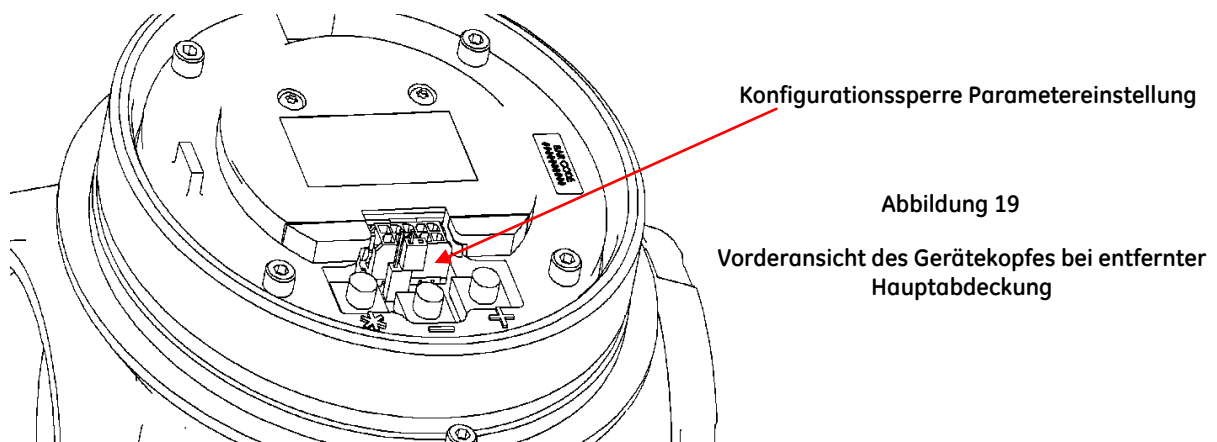

Abbildung 19
- a. Das Drehrohr (137) auf einen Träger montieren. Der Zapfen auf der Rückseite des Rohrs muss nach oben zeigen.
- b. Auf dem Übertragungsstab (138) wird die Federbaugruppe (241) montiert.
- c. Auf dem Übertragungsstab (138) werden die Bauteilgruppe Anschlussstück (75) einschließlich Flansch (116), die Kupplungsbiegung Bauteilgruppe (70) [einschließlich Biegeelement (71), Stift (72) und Dichtungsscheibe (73)], der Flansch (117) und dessen zwei gelöste Schrauben (118) (siehe Abbildung 19) montiert.